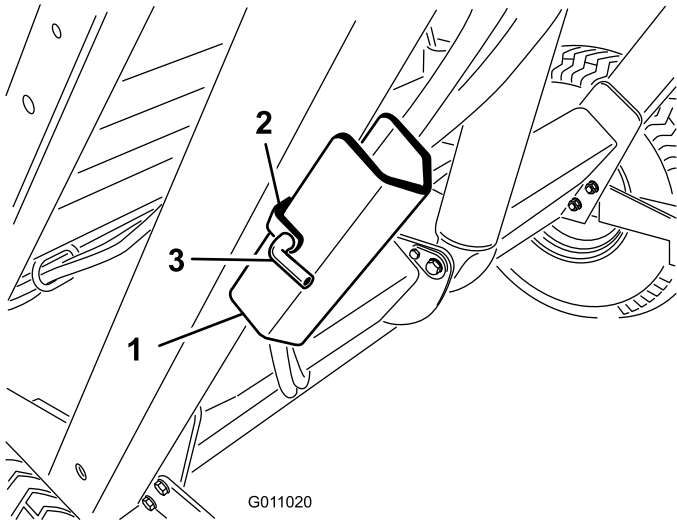

图 26
2. 拆下把安全支架固定到机器机架的储物支架上的发卡销图 26。拆下安全支架。